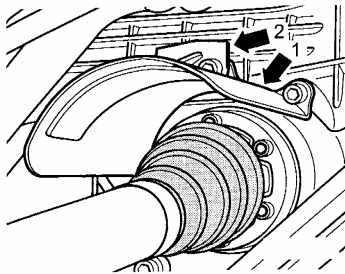
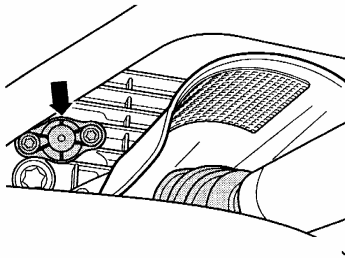

图 12-62 传动轴护板
图 12-63 锁止机构
(7) 5 挡和倒挡锁止机构的检查和更换
① 拆下右传动轴上方的护板（图 12-62 箭头 2），压出右传动轴上方的护板（图 12-62 箭头 1）。拆卸图 12-63 中箭头所示锁止机构。